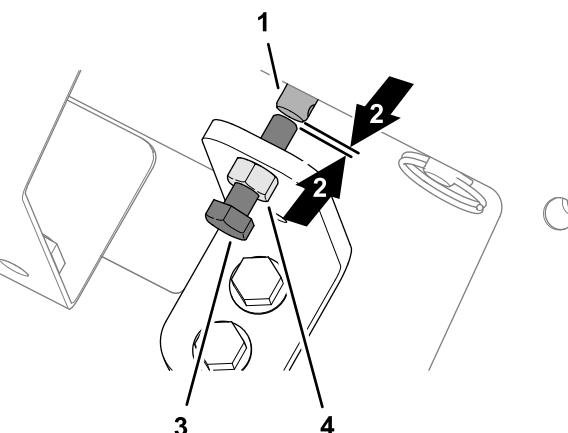

Figure 38
- Desserrez l'écrou de blocage sur le support de commande manuelle (Figure 38).
2. Tournez la vis à tête hexagonale de neutralisation de la vanne dans le sens antihoraire jusqu'à ce qu'un petit espace apparaisse entre le bout de la vis et le bout de la tige du solénoïde de vitesse de la bande (Figure 38).
3. Resserrez l'écrou de blocage (Figure 38).